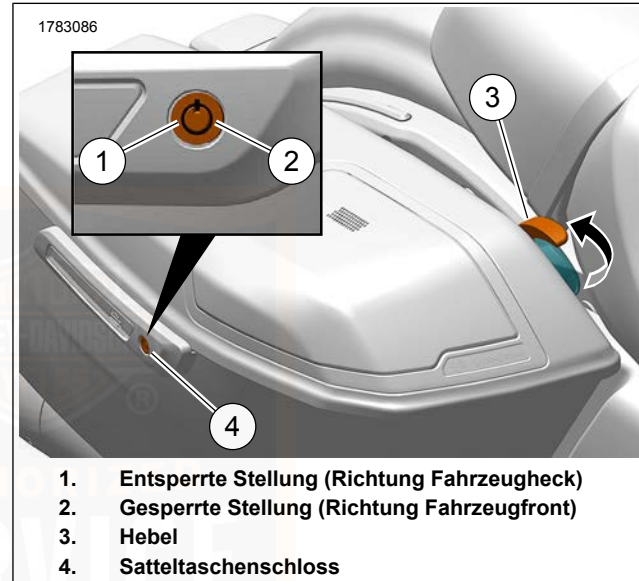

Abbildung 69. Satteltasche
Schlüssel:Siehe Abbildung 69. Den Schlüssel in das Schloss einführen. Den Schlüssel einstecken und um eine Vierteldrehung Richtung Fahrzeugfront drehen. Schlüssel zurück in mittlere Position bringen und herausziehen.
Schlüssel:Siehe Abbildung 69. Den Schlüssel in das Schloss einführen. Den Schlüssel einstecken und um eine Vierteldrehung Richtung Fahrzeugheck drehen. Schlüssel zurück in mittlere Position bringen und herausziehen.
1. Siehe Abbildung 69. Satteltasche entriegeln.
2. Den Satteltaschenhebel (3) anheben.
1. Siehe Abbildung 69. Den Satteltaschendeckel zuklappen.
2. Den Hebel (3) nach unten drücken, bis die Verriegelungen einrasten. Überprüfen, dass der Deckel sicher geschlossen ist.
1. Siehe Abbildung 69. Die Satteltasche öffnen.